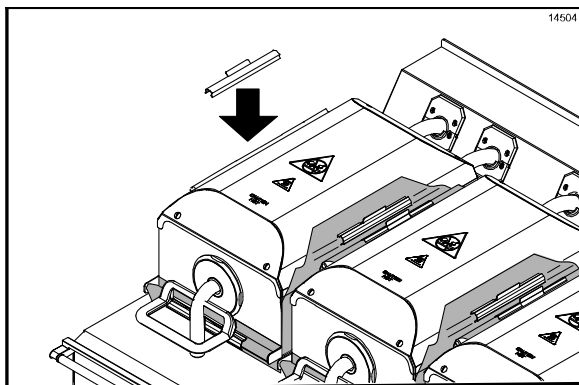

Abbildung 116
7. Die Trennfolienblätter wieder anbringen. (Siehe Abbildung 116.)